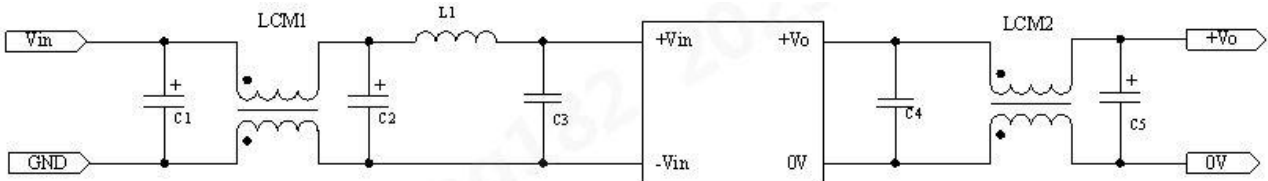

图 12
辐射骚扰	CISPR32/EN55032 CLASS A (推荐电路见图 12)
- (1)产品测试及应用时，请按照图 12 推荐的测试电路搭建外围；至少保障外接一个电解电容 C_{in} ($\geq 470\mu F$)，用于抑制输入端可能产生的浪涌电压；
- (2)如果产品输入端并联瞬变能量较大的电路（如并联电机驱动电路），或会导致产品输入电压被拉低，此时关注产品输入电压的波动，建议适当增大输入端电解电容 C_{in} 的容值，以保障输入端电压稳定，避免输入电压低于欠压保护点导致产品重复启动的情况；
- (3)如果产品输出端为感性负载时（如继电器、电机），建议增大输出电容 C_{out} 容值，并增加 TVS 管，用以滤除电压尖峰；
- (4)如需进一步减少输入输出纹波，可适当加大外接电容 C_{in} 、 C_{out} 容值或选用串联等效阻抗值小的外接电容；
- (5)使用 Ctrl 时，可直接与 $-V_{in}$ 短接实现输出使能控制。